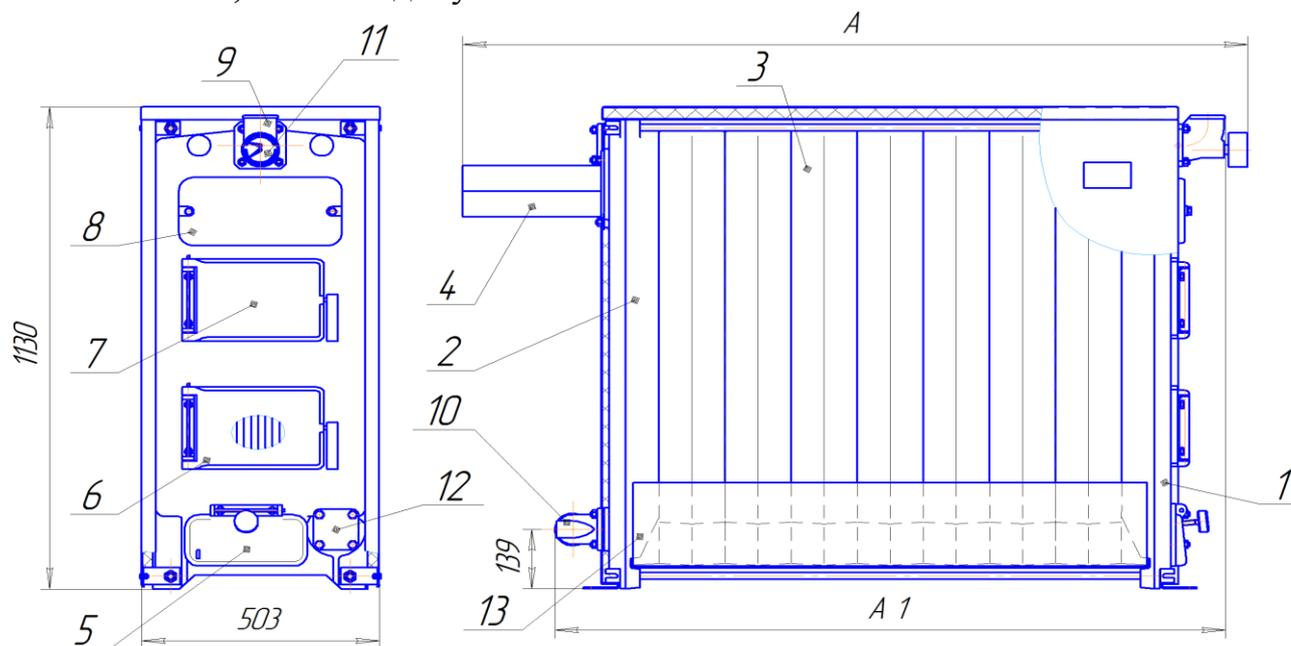

Рис. 1 Устройство котла
2.1 Внешний вид котла приведён на Рис.1
5.1 Котёл (Рис. 1) представляет собой сборную конструкцию, элементами которой являются: секция передняя (1), задняя (2), набор промежуточных секций (3), а так же газоотвод (4). Секции соединены между собой при помощи ниппелей и стянуты шпильками.
7.2.1 Открыть полностью шибер газоотвода (4) и поддувало (5) (Рис. 1).